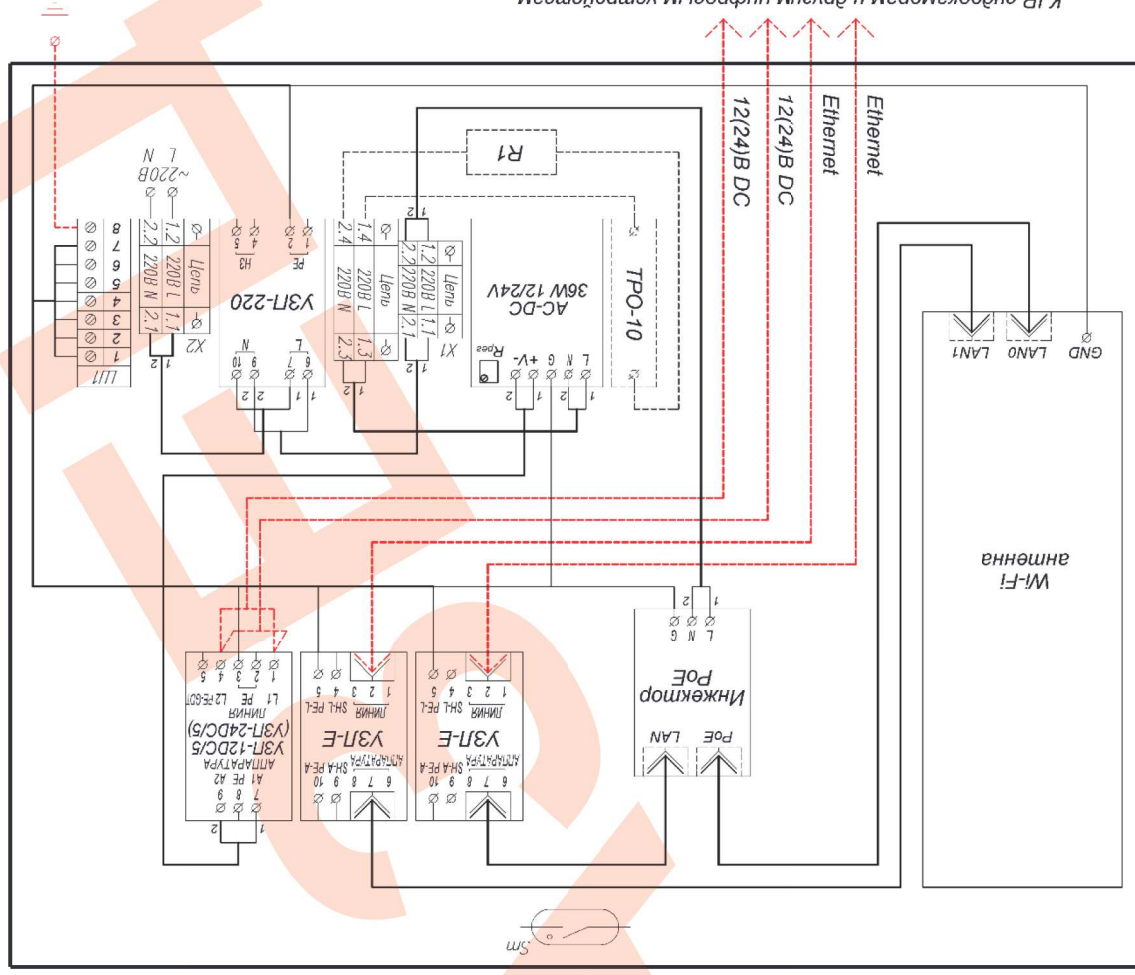

Рис.2.4 Схема электрическая принципиальная ВУС-1-12(24) исп.18 (исп.19, 30, 31) К IP-видеокамерам и другим цифровым устройствам
- при наличии в заказе УЗП-220 (рис.2.4), подключение производить к клеммам X2, при этом фазовый провод (L) соединить с контактом 1.2, а нулевой провод (N) с контактом 2.2.